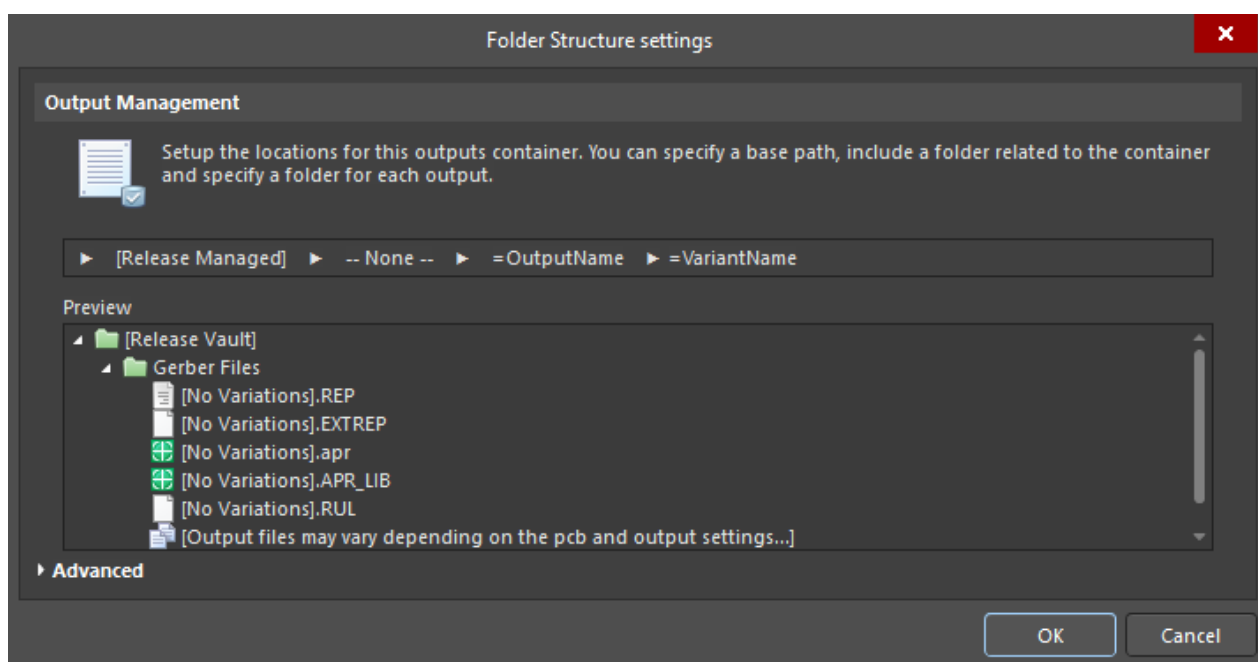

Рис. 5.8 Налаштування збереження файлу
2. В правій частині оберіть **Folder Struc** і у вкладці Change можна налаштувати розміщення файлу котрий ми згенеруємо(Рис. 5.8).